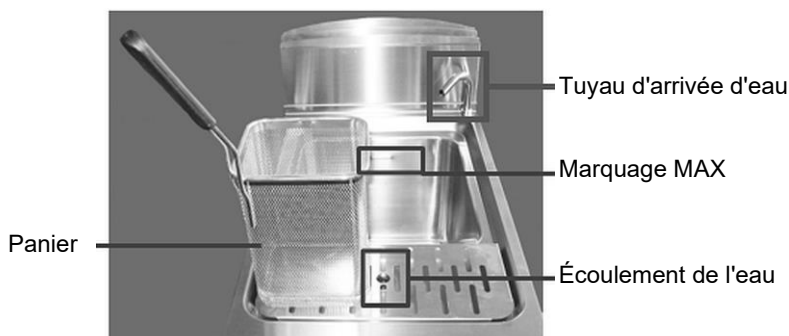

Fig. 12
1. Remplissez le bac d'eau jusqu'au repère MAX (fig. 12) à l'aide du robinet d'arrivée d'eau correspondant (fig. 13) situé sur le panneau de commande.